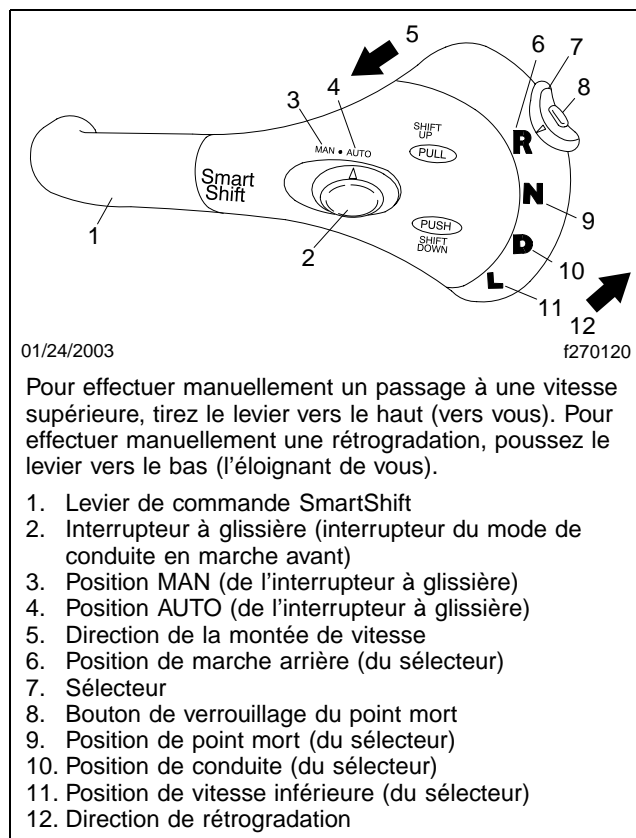
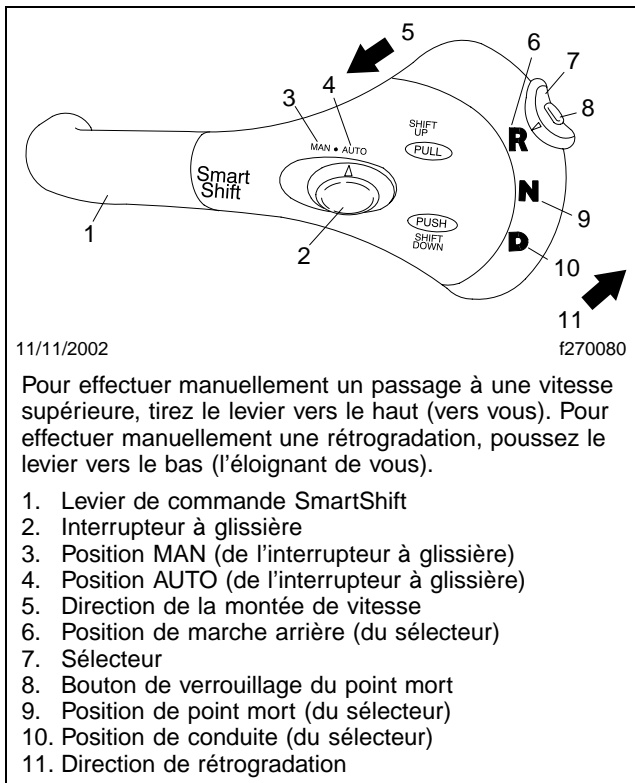

Fig. 8.1, Commande SmartShift à quatre positions (sur les boîtes de vitesses Eaton Fuller)
Fig. 8.2, Commande SmartShift à trois positions (sur la boîte de vitesses FreedomLine)
Pour les boîtes de vitesses Eaton Fuller automatisées, un sélecteur à quatre positions — R, N, D, L — (**figure 8.1**) se trouve à l'extrémité du levier. La boîte de vitesses FreedomLine, quant à elle, comporte un sélecteur à trois positions — R, N, D — (**figure 8.2**) situé à l'extrémité du levier.
- La palette de commande SmartShift sur la colonne de direction (**figure 8.1**).
Un interrupteur à glissière à deux positions (conduite en marche avant) est situé près de l'extrémité de la commande (**figure 8.1**). Les positions de l'interrupteur sont MAN (mode manuel de changement de rapport) et AUTO (mode automatique de changement de rapport).
1. Le frein de stationnement serré et (ou) la pédale de frein enfoncée, mettez le véhicule au point mort (N) en appuyant sur le déclencheur de sécurité et en déplaçant le sélecteur à la position centrale. Voir la **figure 8.2**.
3. Une fois que la pression d'air est accumulée, choisissez le rapport de conduite (D) en appuyant sur le déclencheur de sécurité et en déplaçant le sélecteur vers le bas à la position en dessous du point mort. Relâchez le frein de stationnement et (ou) la pédale de frein.